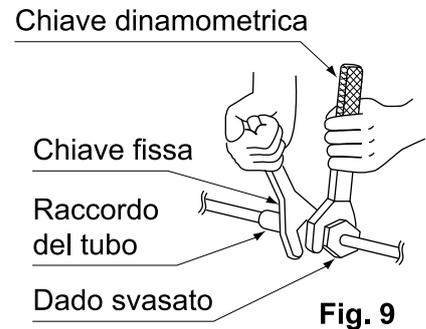

Fig. 9
- Quando si collegano i tubi all'unità o li si scollega da essa, utilizzare sempre sia una chiave inglese, sia una chiave dinamometrica, come mostrato nel disegno. **(Fare riferimento alla Fig. 9)**